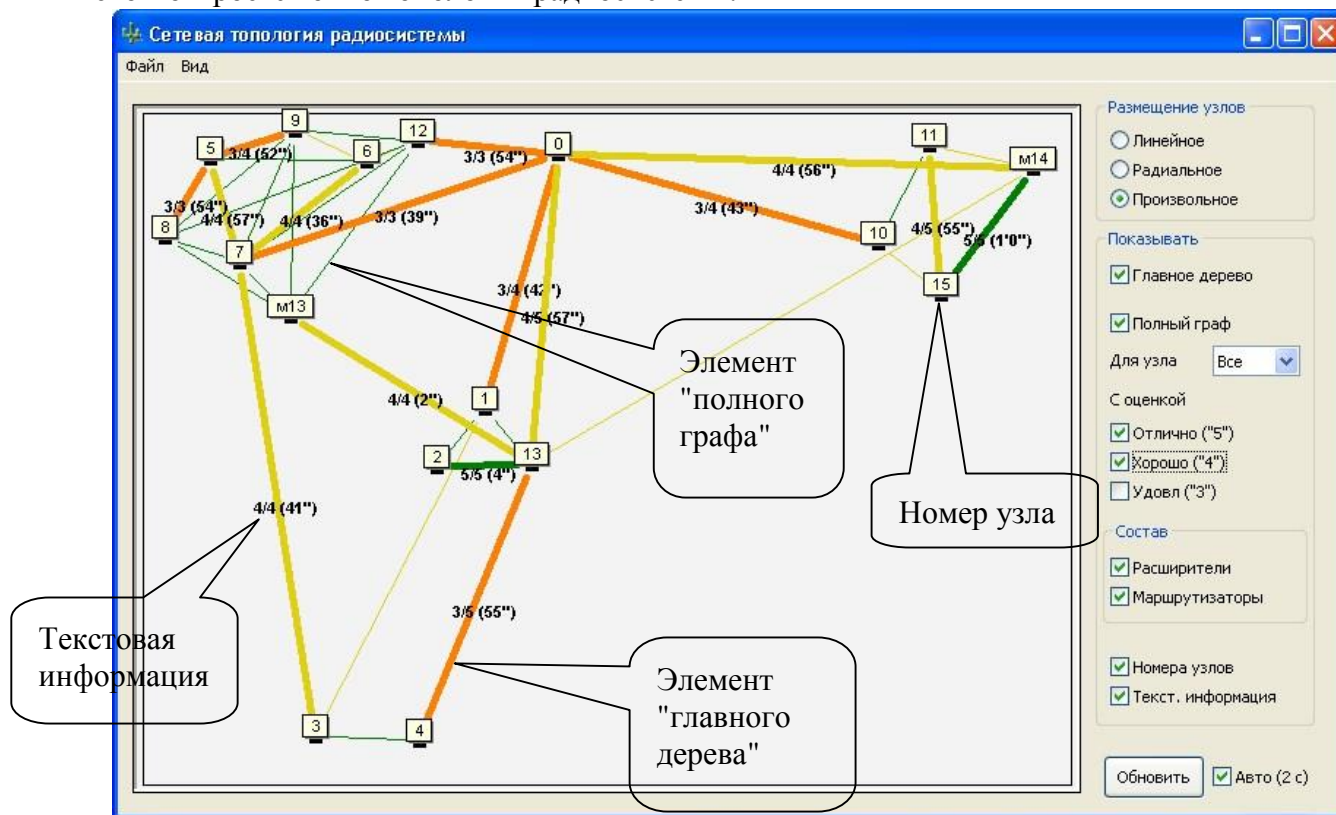

Рис. 100
недоступен, инициируется процедура резервных маршрутов. Если за время периода контроля дочерних расширителей (устанавливается в опциях ПКУ-КР) резервный маршрут не был найден, в протоколе (вкладка "События") появляется событие "Отсутствие связи с дочерним расширителем" а в окне "сетевая топология радиосистемы" исчезает линия, связывающая данный расширитель с ПКУ-КР. Цвет линий "Главного дерева" отражает качество радиосвязи на том или ином участке ретрансляции: зеленый цвет соответствует оценке "5", желтый – оценке "4" и оранжевый – оценке "3". Серый цвет означает, что оценка качества связи на данном участке ретрансляции неизвестна. Оценка качества радиосвязи на каждом из участков ретрансляции соответствует минимальной из двух оценок: оценка приема радиосигнала дочерним ПКУ от родительского и наоборот. На примере, представленном на Рис.100 расширитель №0 "слышит" расширитель №1 на оценку "3", а расширитель №1 "слышит" расширитель №0 на оценку "4". Соответственно, общая оценка качества радиосвязи на данном участке – "3".
*Текстовая информация*, отображаемая в окне топологии радиосистемы, дополняет информацию о главном дереве радиосистемы: во-первых, указывается оценка для каждого направления по отдельности, а во-вторых показывается время с последнего обновления информации о качестве радиосвязи. Например, надпись "3/4 (43)" рядом с линией, связывающей расширители №0 и №10 на Рис.100, показывает, что качество связи в направлении от дочернего расширителя к родительскому (от 10-го к 0-му) соответствует оценке "3", качество связи в противоположном направлении соответствует оценке "4", а время с последнего обновления информации о качестве связи – 43 секунды.